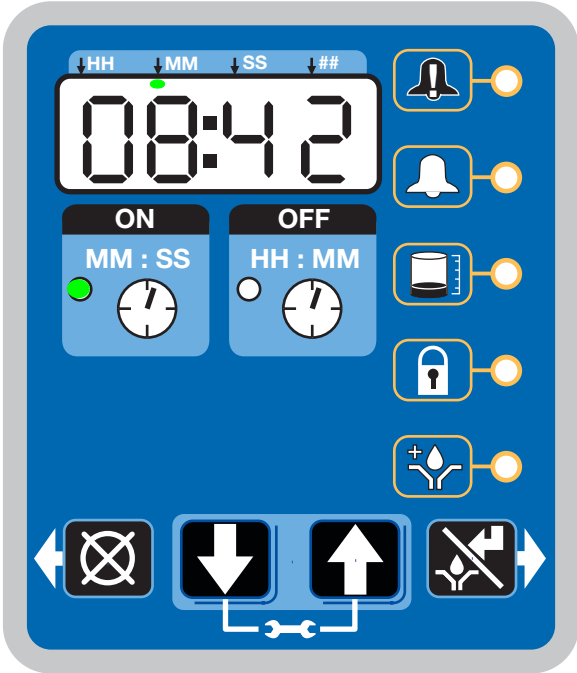

图 35
- 当“关时间”计数达到 0 时，G3 自动润滑泵将开启，运行设置好的“开时间”循环（图 35）。
- 图 35 中的示例显示了润滑循环结束前 8 分钟 42 秒的“开”时间。